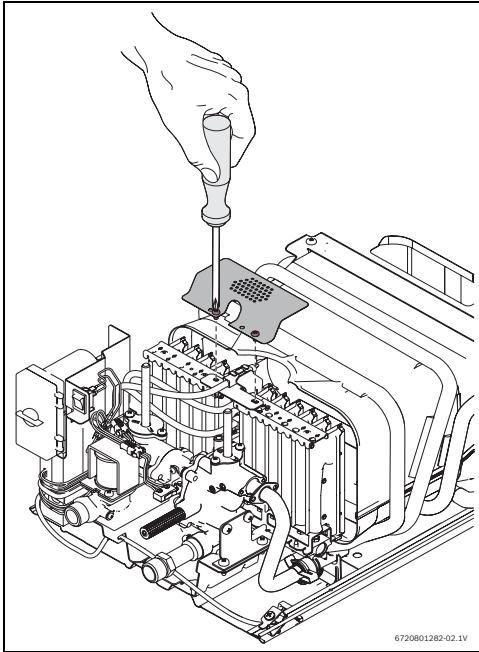

Рис. 2 Удалите защитную пластину
- ▶ Отверните 2 винта на горелке и защитную пластину (→ рис. 2).